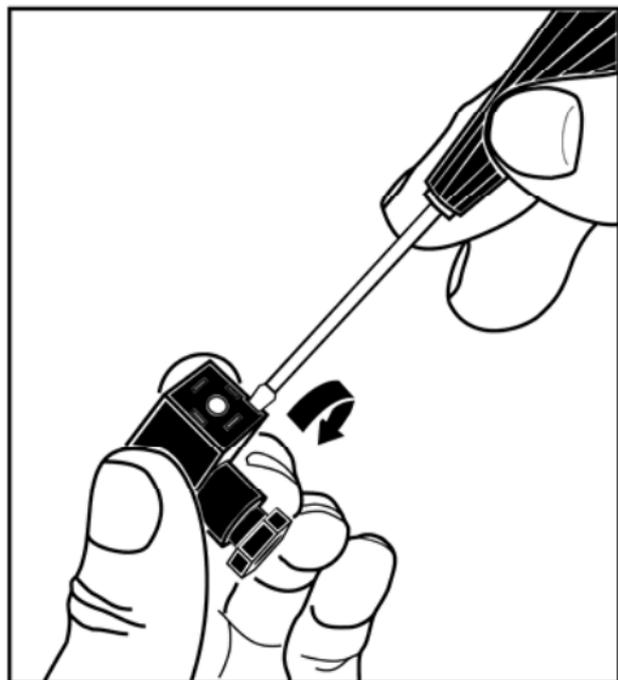
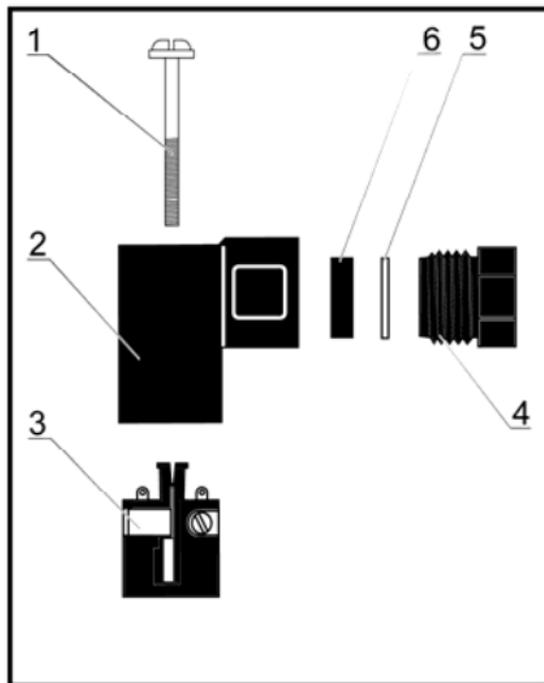

Рис. 6.1
Рис. 6.2
- из кабельной части соединителя, зацепив за специальный паз в углу контактного поля узкой плоской отверткой, как это показано на рис. 6.1, вынуть контактодержатель 3 (здесь и далее – рис. 6.2) из корпуса кабельной части соединителя 2;